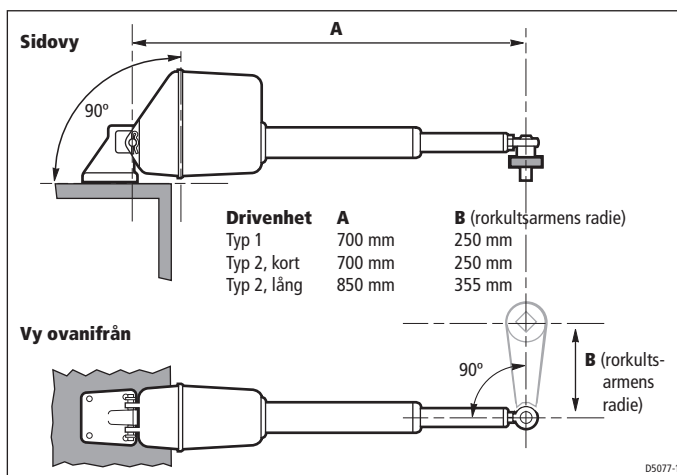

Bild 4: Linjering av drivenheten
- Huvudenheten skall monteras i rät vinkel mot monteringsytan (se bild 4).
- Drivenheten skall sitta i rät vinkel mot rorkulten när rodret står midskepps (se bild 4).
Fäst tryckstångens ände mot styrarmen, på den styrarmsradie som avisas i bild 4, med hjälp av medlevererad rorkultstapp.
**Anm:** Du kan vid behov borra ett hål med diametern 13 mm i styrarmen på den radie som anges i bild 4.